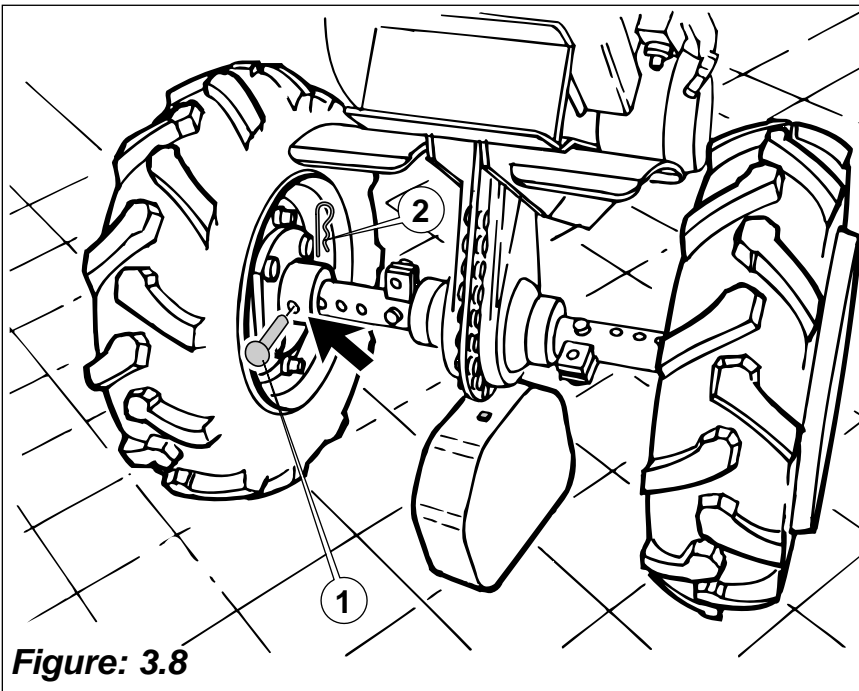

Figure: 3.8
La position conseillée est le quatrième trou sur chacun des tubes moyeu (voir paragraphe 9 Figure: 3.8).
- 9) Montez la deuxième roue et la fixer avec la broche (1) et la goupille (2) (Figure: 3.8). Il est conseillé de brocher la roue sur le quatrième trou pour un travail en condition normal.